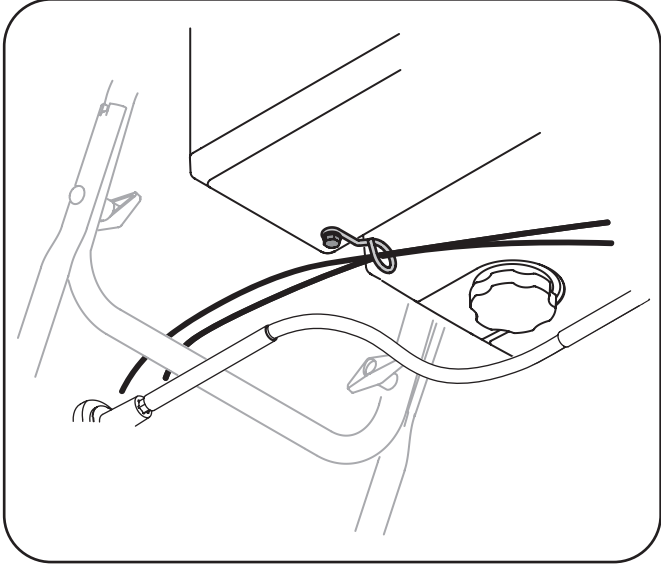

Figure 3-10
8. Insérez la virole dans le trou supérieur de la tige de commande et fixez-la avec la goupille fendue et la rondelle enlevées à l'étape précédente. Assurez-vous que le levier de vitesses à la position de la marche avant la plus rapide. Vérifiez que tous les câbles sont acheminés dans le guide sur la droite de la manivelle de commande de la goulotte. Voir la Figure 3-10.